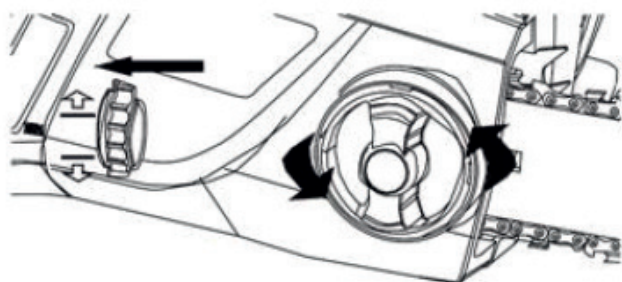

Рис.21
5. Поверните колесо натяжителя цепи, чтобы предварительно натянуть шину цепи настолько, чтобы она оставалась на месте. Наденьте крышку обратно на пилу, удерживая шину неподвижно. Убедитесь, что лапка правильно совмещена с прорезью в корпусе пилы (рис. 21). Зафиксируйте крышку на месте с помощью кнопки блокировки крышки, повернув ее по часовой стрелке до щелчка. Отрегулируйте натяжение цепи.